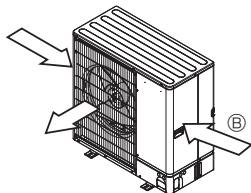

Fig. 2-5
- ③ Ha megoldható, állítsa úgy az egységet, hogy a levegőkiáramló nyílás merőleges legyen a szokványos szélirányra. (Fig. 2-5)